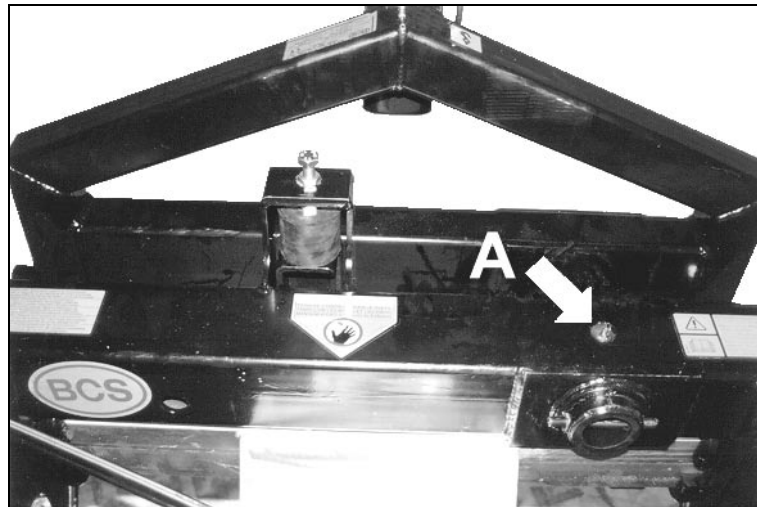

fig.16
- Ogni 100 ore ingrassare lo snodo tramite l'ingrassatore **A** (fig.16); usare grasso Agip GREASE 30.
- Every 100 hours grease the joint **A** (fig.16); use AGIP GREASE 30.
- Toutes les 100 heures il faut lubrifier le joint à rotule **A** (fig.16): utiliser de la graisse Agip GREASE 30.
- Cada 100 horas engrasar la articulación **A** (fig.16). Usar grasa Agip GREASE 30.
- Alle 100 Betriebsstunden das Gelenk **A** (Abb.16) fetten; Agip GREASE 30 Fett verwenden.